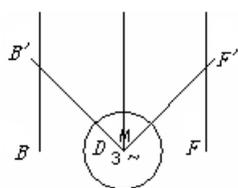

图 11-63 旋转直线 DB'
(4) 按照同样的方法，将另外一条直线 DB'旋转-45°（顺时针旋转 45°），得到的图形如图 11-63 所示。